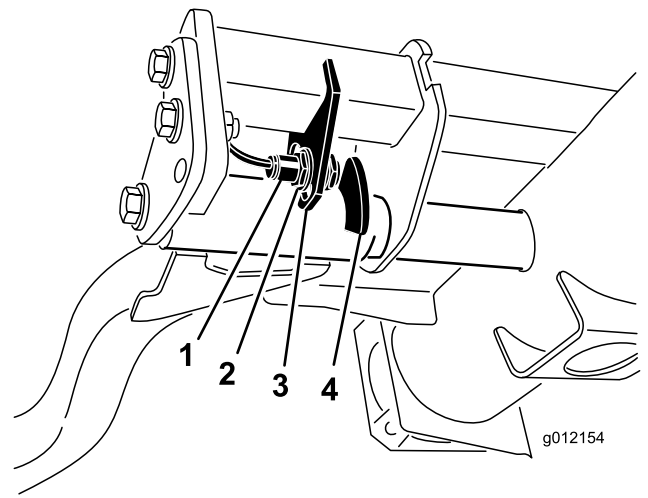

图 35
2. 提升臂位于右前方提升臂图 35 后面的液压油箱下。
3. 拧松开关安装螺钉并向下移动开关可增大提升臂的转向高度向上移动开关可减小提升臂的转向高度图 35。